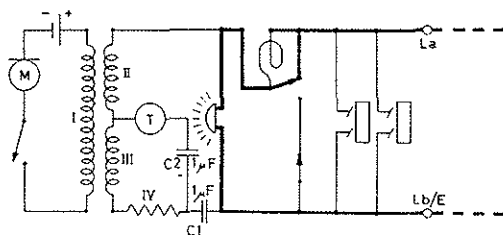

Fig 16.
35. Fig 16 viser innkommende induktoranrop. Innkommende induktoranrop kommer inn over «La», går over induktor-